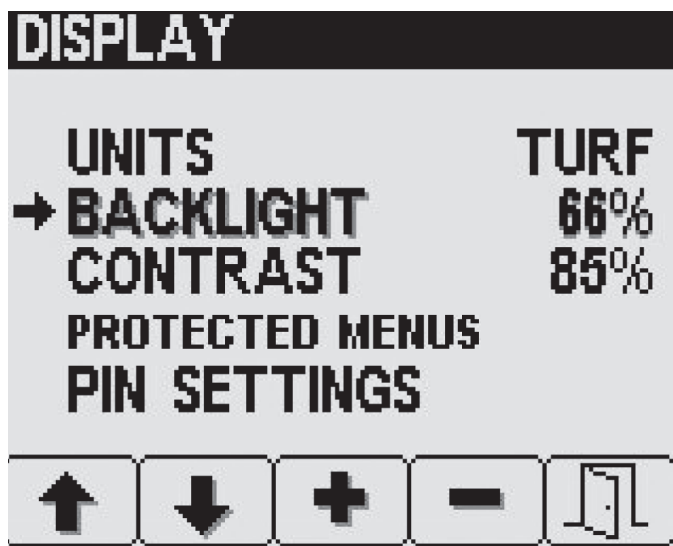

図 26
- 表示Display画面でボタン2を何度か押してバックライトBacklightまたはコントラストContrastへ移動する 図 26。
- ボタン3(増加)とボタン4(減少)でLED表示装置のバックライトの量またはコントラストを設定する (図 26)。